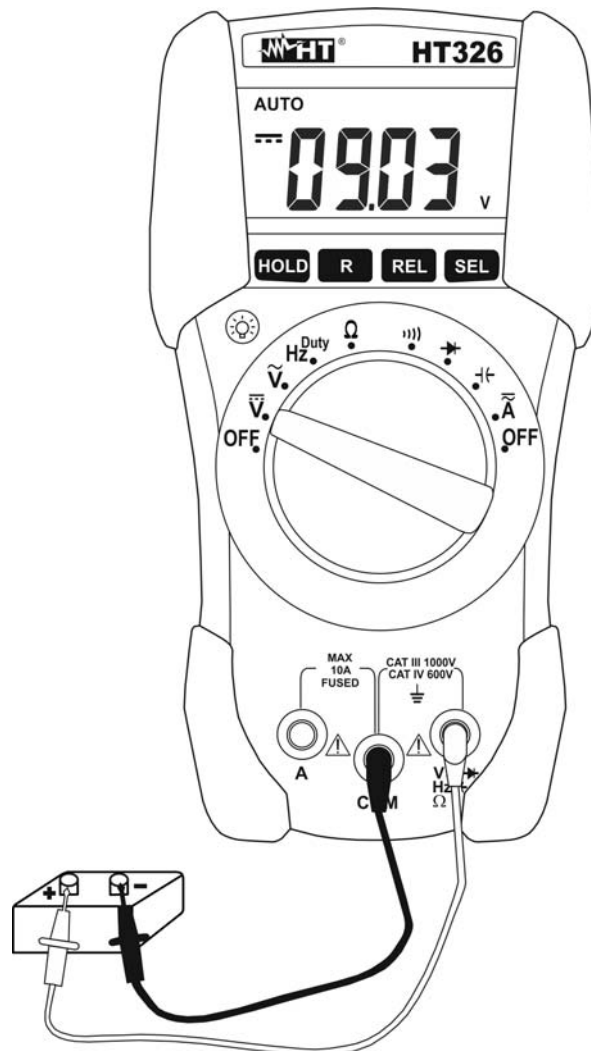

Abb. 2: DC-Spannungsmessung
4. Verbinden Sie nun die rote und die schwarze Messleitung mit dem positiven und dem negativen Pol (s. Abb. 2). Die Spannungsgroße wird automatisch erkannt und auf dem Display angezeigt.